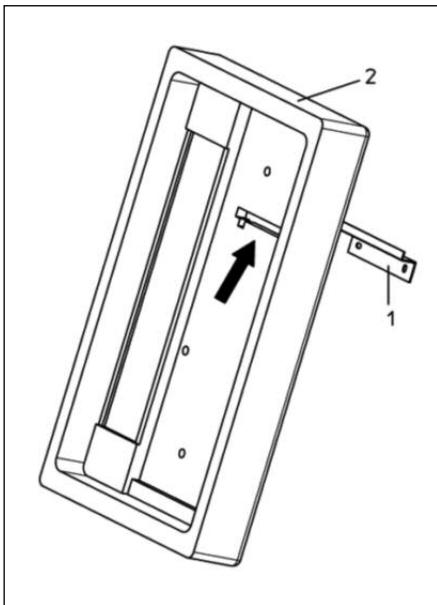

Abb. 11: Unterschale, Wandwinkel
3. Beiliegenden Wandwinkel (1) von hinten in die Unterschale (2) der Isolierung (Pfeil) einsetzen und eirasten.
11. Vier Bohrlöcher (Pfeile Abb. 11) für die Befestigung der Armaturengruppe auswählen und an der Wand markieren.
14. Armaturengruppe (3) in den Wandwinkel einhängen und mit Schrauben M8x100 und den beiliegenden Unterlegscheiben an der Wand montieren.